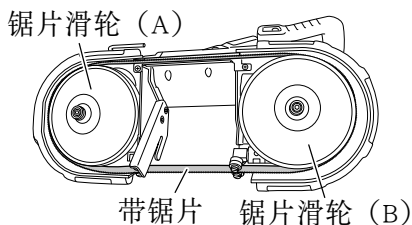

图 16
- (4) 使带锯片处于适当位置, 然后沿拧紧方向转动拉杆并紧固好带锯片。(图 16)
- 此时, 用手沿旋转方向旋转锯片滑轮 (A), 确保带锯片不会松动。
- (5) 尝试操作时, 请参照第 20 页的“8. 操作前检查”的步骤 (3) 至 (5)。